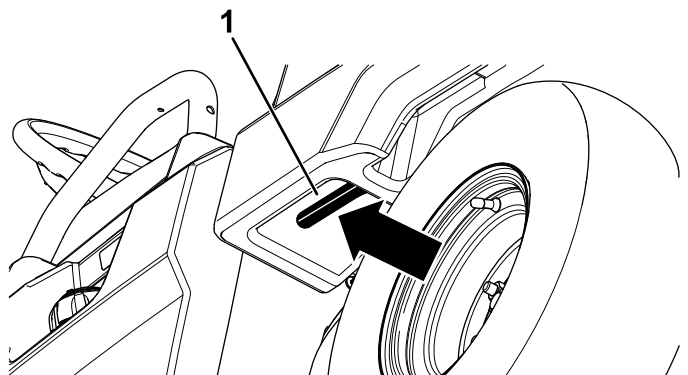

Figura 7
- Tire de la palanca situada a la izquierda, dentro de la plataforma de carga, y eleve la plataforma de carga (Figura 7).